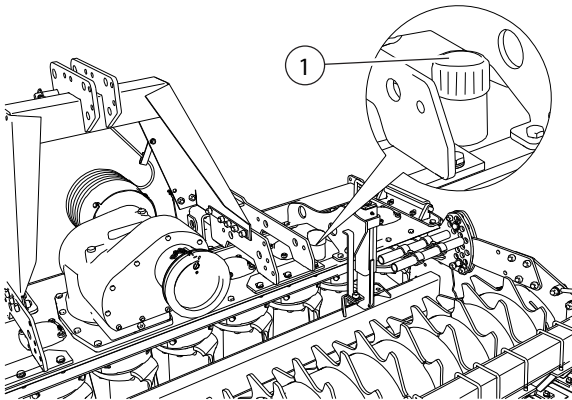

FIG. 37
Desenrocar el tapón de entrada de aceite del bastidor (1,"Fig. 37"). El nivel correcto es de 1 cm bajo la superficie superior del engranaje del rotor.
- Desenroscar el tapón de entrada del aceite ("Fig. 37").
- Enroscar el tapón de salida de aceite (3).